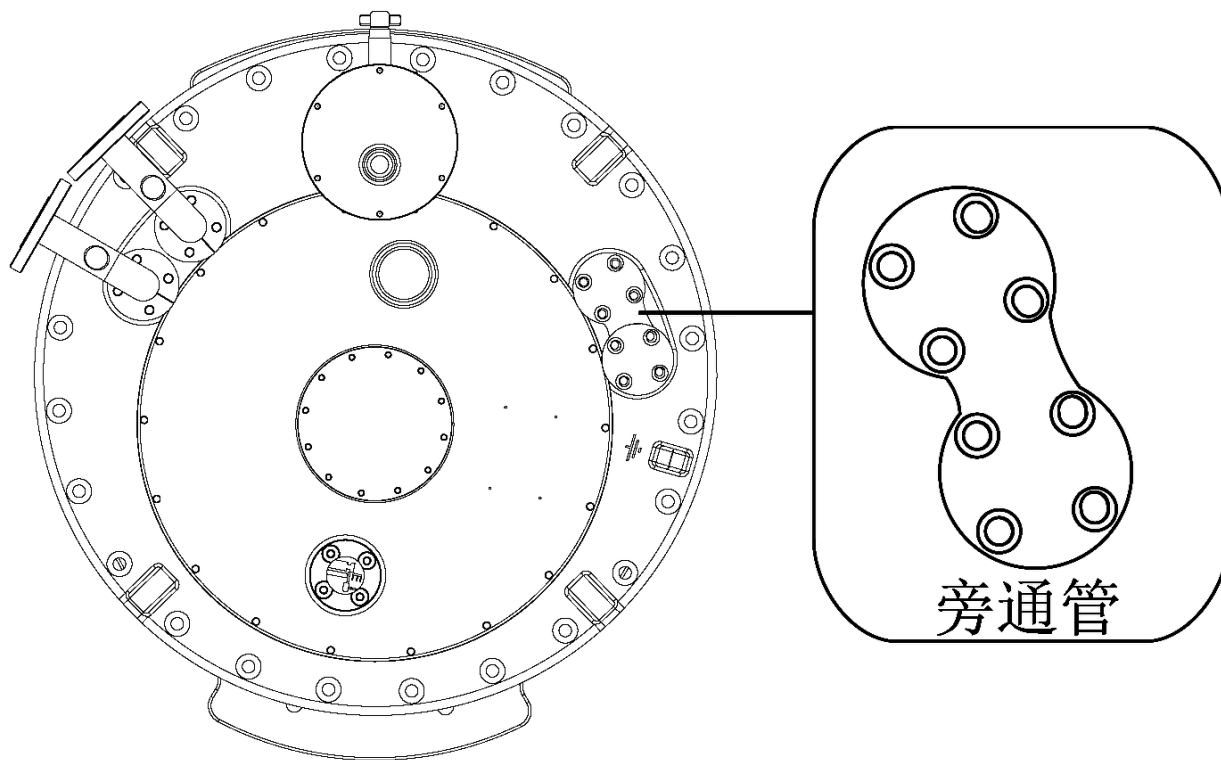

图 7-2 管接头在开关头上的位置
- 分接开关头上的管接头 E2 和 R（见图 7-2）接上连通管，内径至少 50mm 接入煤油蒸汽。